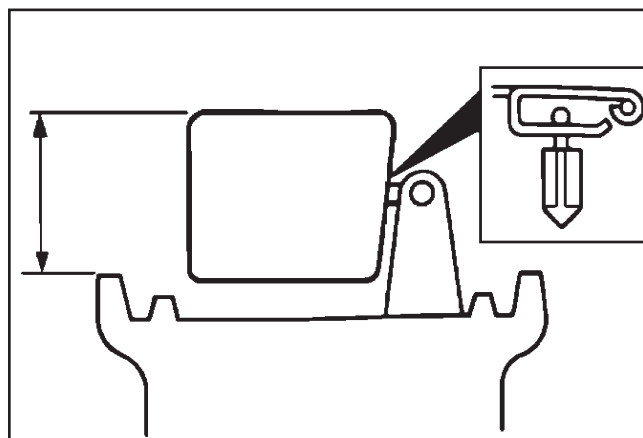

Figure 5-5. Position de la hauteur du flotteur.
8. Placer le carburateur en position inversée. Relever le flotteur afin que le bout de la soupape du flotteur soit en léger contact avec le bras du flotteur. Voir figure 5-5. Mesurer la hauteur du flotteur depuis la surface de moulage comme illustré dans la figure 5-6. La hauteur du flotteur pour les CS4 et CS6 est de 16 mm (0,63 pouce). La hauteur du flotteur pour les CS835, CS10 et CS12 est 14,9 mm (0,59 pouce). Installer un kit de flotteur si la hauteur du flotteur est incorrecte.